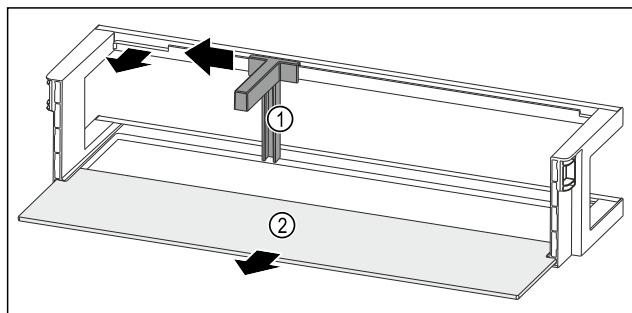

Fig. 84 Balconcino controporta con portabottiglie e ripiano
- Spingere il portabottiglie Fig. 84 (1) lateralmente fino all'incavo.
- Rimuovere il portabottiglie Fig. 84 (1).
- Rimuovere il ripiano Fig. 84 (2).